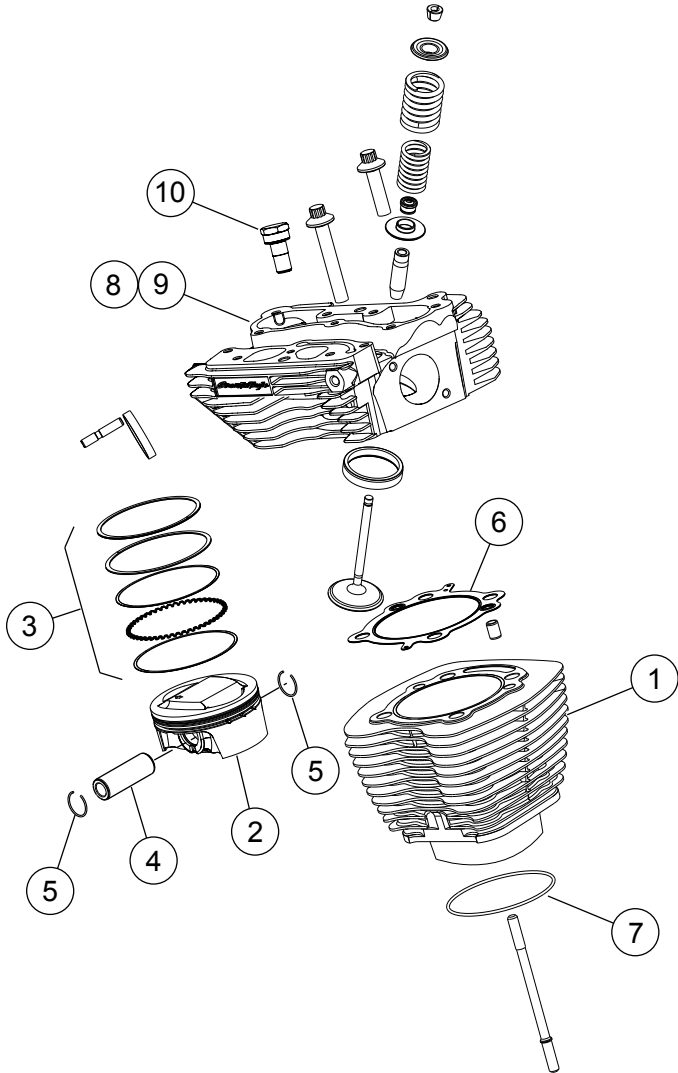
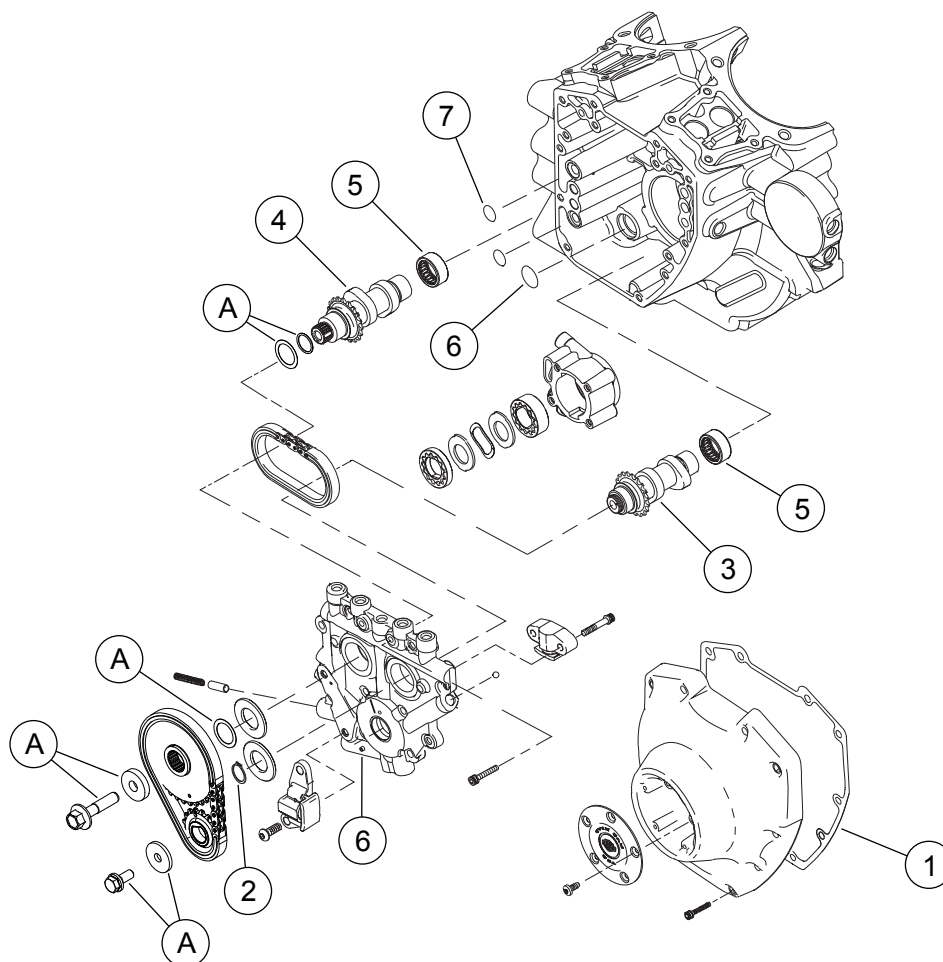

Figura 1. Piezas de servicio: Kit Screamin' Eagle Pro TC 103 CI Sage 4
Figura 3. Piezas de servicio: Kit Screamin' Eagle Pro TC 103 CI Sage 4
Vea Figura 1 a Figura 3 , y Tabla 1 a Tabla 3 .
1. Vea Figura 3 . Inspeccione los cojinetes de agujas del árbol de levas (5) y reemplácelos si es necesario.
2. Vea Figura 1 a través de Figura 3 . Ensamble las levas a la placa de levas, a las culatas del cilindro de rendimiento y al extremo superior del motor usando piezas del kit. Consulte la sección correspondiente al MOTOR en el Manual de servicio.